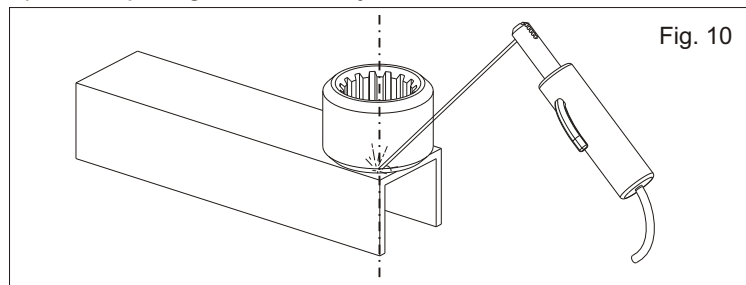

Fig. 10
**3.3.** soldar con atención el anillo al perfil de manera que sea observada la perpendicularidad con el eje de rotación (Fig. 10)